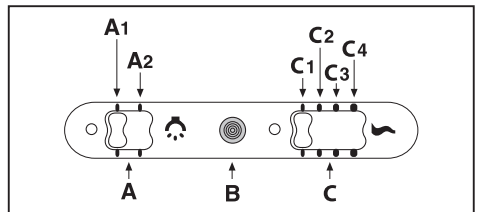

Fig.10
• **Mandos slider (Fig.10)** le symbole sont le suivant: